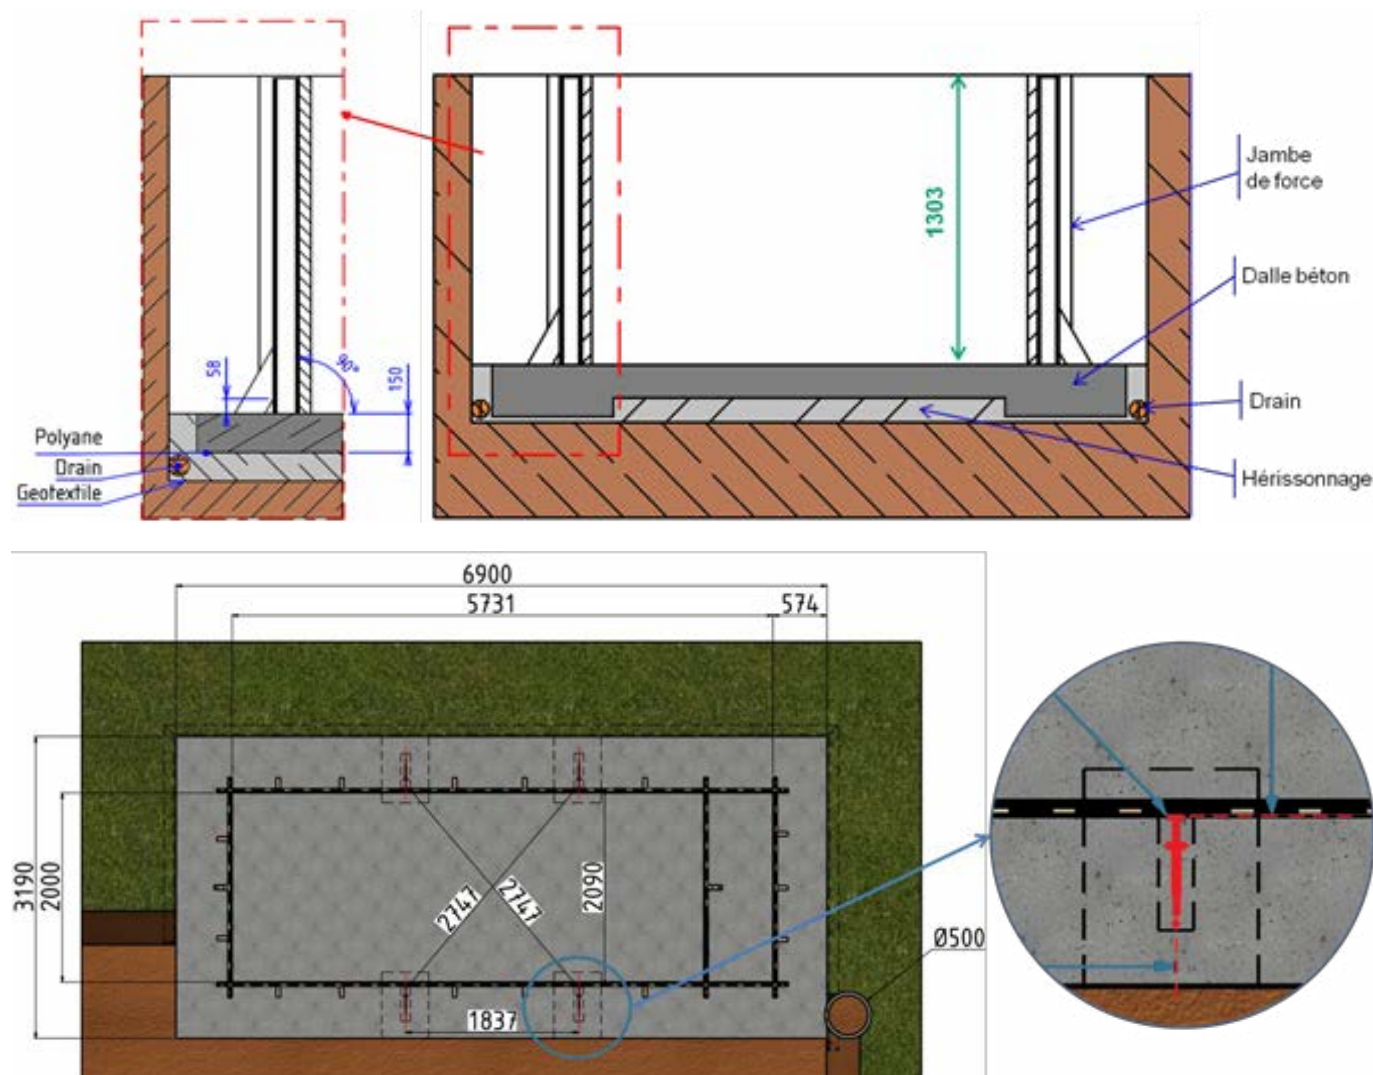

Figure 4 – Positionnement des jambes de force
ASTUCE : Vous pouvez utiliser les jambes de force pour matérialiser la hauteur que devra avoir votre dalle de béton une fois achevée. Pour cela, en prenant comme niveau 0 l'arase de votre piscine (dessous des margelles, voir *Figure 4*, mesurer 1,303 m et tracer un trait à cette cote sur le devant de la jambe de force. Ce trait correspondra à la valeur finie de votre dalle béton.
- ❗ Vérifier que l'ensemble des cotes de la *Figure 4* sont respectées avant de passer à l'étape suivante.